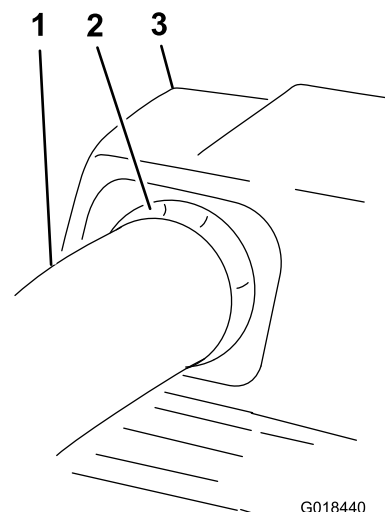

Рисунок 30
10. Слегка вытяните верхнюю трубку так, чтобы уплотнение выступило наружу над нижней трубкой (**Рисунок 30**).
19. Немного вытяните верхнюю трубку, чтобы уплотнение выступало наружу и над вентилятором в сборе (Рисунок 30).